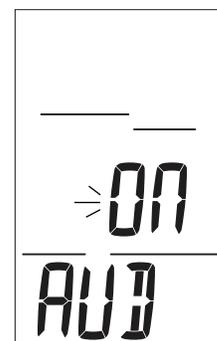

Fig. 20 - Réglage du signal sonore d'alarme
**Réglage du signal sonore d'alarme** : paramètres affichés (Fig. 20)